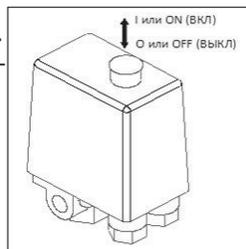

Рис. 5
- Проверьте, чтобы выключатель на реле давления находился в выключенном положении «О» / «OFF» (в зависимости от исполнения) (Рис. 5).
- Включите компрессор выключателем на реле давления. Для этого необходимо переключить выключатель в положение «I» или «ON» (в зависимости от исполнения) (Рис. 5).